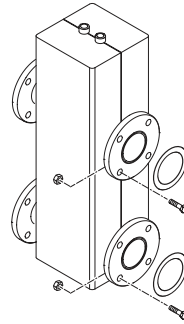

Fig. 8
**1.12 COMPENSATORE IDRAULICO COD. 8101552 PER "MURELLE EQUIPE 280 ErP" (da richiedere a parte) (fig. 8)**